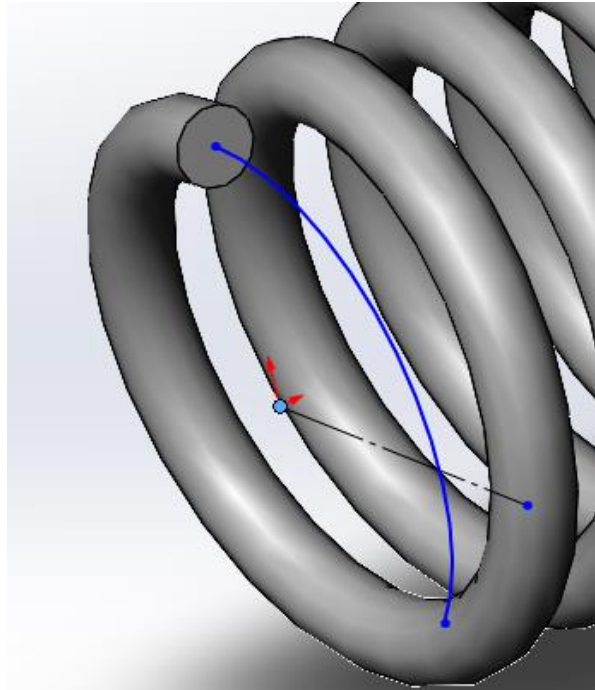

Рисунок 2.12 – Злиття дуги
5. Між центром дуги та початком координат необхідно додати взаємозв'язок **Злиття**  (рис. 2.12).